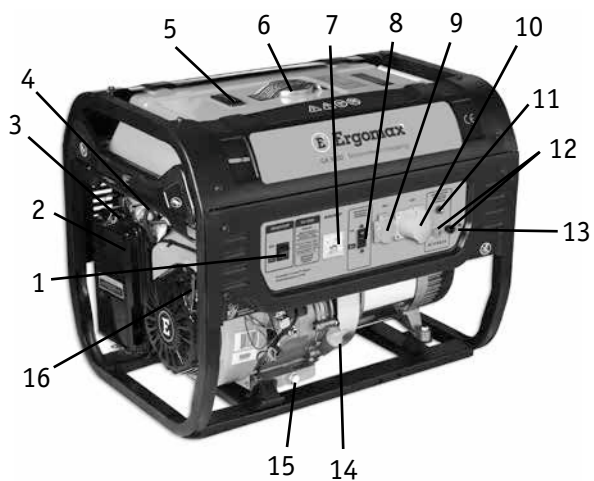

Рис. 1.1
Внешний вид генераторов и расположение элементов управления представлено на **рис. 1.1 и 1.2.**
1. Открутите крышку маслозаправочной горловины (14) (**рис. 1.1**) и вытрите щуп крышки чистой тряпкой (**рис. 2.1**).
Проверьте уровень топлива по шкале уровня топлива (5) (**рис. 1.1**), если уровень топлива низкий, то:
1. Откройте крышку топливного бака (6) (**рис. 1.1**).
**ВНИМАНИЕ!** Перед пуском двигателя убедитесь, что ни один электроприбор не подключен к генератору, а выключатель выходного напряжения (8) находится в положении «ВЫКЛ» (**рис. 1.1**).
3. Переведите выключатель двигателя (1) (рис. 1.1) в положение «ВКЛ».
4. Потяните на себя рукоятку стартера (16) (рис. 1.1), пока не почувствуете натяжение шнура стартера, затем резко дерните рукоятку на себя. Аккуратно верните на прежнюю позицию рукоятку стартера. Повторите несколько раз, пока двигатель не заведется.
- В розетку переменного тока на 16 А (9) (**рис. 1.1**) подключаются потребители, рассчитанные на силу тока до 16 А, в розетку на 32 А (10) (**рис. 1.1**) – потребители рассчитанные на силу тока от 16 до 32 А (эти данные указаны в описании потребителя).
1. Подсоедините кабель зарядки к соединителям постоянного тока (12), а затем к клеммам батареи (**рис. 1.1**).